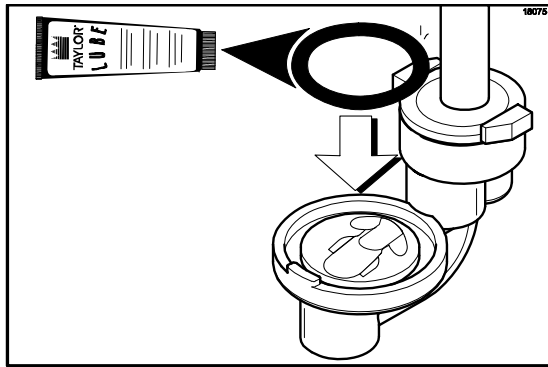

Abbildung 94
9. Den 1 5/16" (33 mm) großen Runddichtring in den Ventilkörper einsetzen. (Siehe Abbildung 94.)